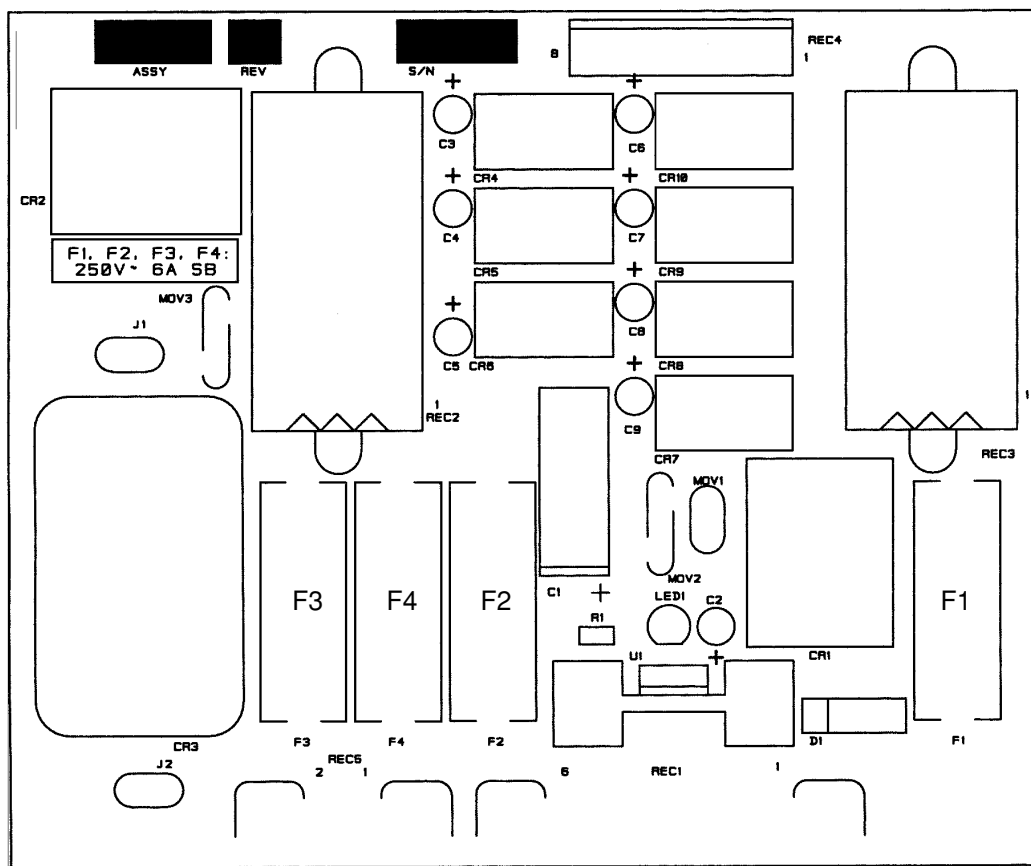

Figura 8-2 Tablilla de distribución de potencia PCB1
6. Mida el voltaje en la tablilla de distribución de potencia PCB1. Refiérase a la Figura 8-2 para más detalles del PCB1. Mire a los fusibles de la tablilla F1-F4. Las mediciones entre cada fusible y la tierra en el chasis deberían ser como siguen:
1. El botón de oprimir verde PB1 POWER ON está presionado, pero los ventiladores no están operando y el indicador verde de POWER ON no se ilumina.	1.1. El botón de oprimir verde PB1 POWER ON (1) está defectuoso. Verifique que el interruptor esté operando correctamente, y que esté haciendo buen contacto. El interruptor POWER ON está normalmente abierto. 1.2. El botón rojo PB2 POWER OFF (0) está defectuoso. Chequee que el interruptor esté operando correctamente, y que haga buen contacto. El interruptor POWER OFF está normalmente cerrado. 1.3. El cableado asociado no está haciendo buen contacto. Verifique el cableado y repárelo o reemplácelo si fuera necesario.
2. El botón de oprimir verde PB1 POWER ON está presionado, el indicador POWER ON se ilumina, pero los ventiladores no están funcionando.	2.1. El CR2 en la tablilla de distribución de potencia está defectuoso. Verifique que CR2 funciona cuando se oprima el botón POWER ON. Véase la Figura 8-2 para la ubicación de CR2. Si CR2 está defectuoso, reemplace PCB1. 2.2. El conector de la tablilla de distribución de potencia no está bien asentado. Verifique las patillas, conectores y el cableado asociado para ver que haya buena continuidad. Repare o reemplace, si fuera necesario.
3. El botón de oprimir verde PB1 POWER ON está presionado, los ventiladores están operando, pero el indicador verde de POWER ON no se ilumina.	3.1. No se sostuvo presionado por suficiente periodo de tiempo al botón de oprimir PB1. Presione y sostenga PB1 por un mínimo de 5 segundos. 3.2. El relevador CR1 en la tablilla de distribución de potencia está defectuoso. Chequee que CR1 funciona cuando se presione el botón POWER ON. Vea la Figura 8-2 para la ubicación de CR1. Si CR1 está defectuoso, reemplace PCB1. 3.3. Uno o más de los indicadores luminosos de estado se quedan iluminados, indicando una condición de falla. Para buscar las averías en las condiciones de falla de ESTADO, véase Búsqueda de averías en los indicadores luminosos de estado más adelante en esta sección.